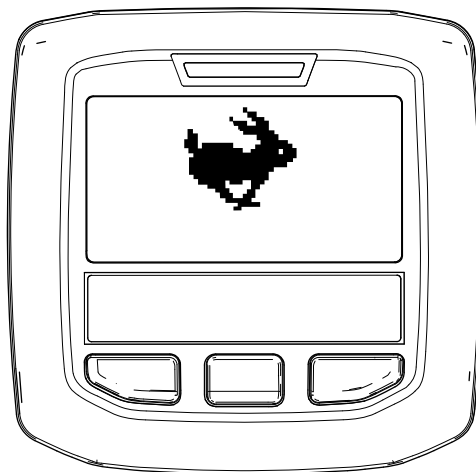

図 84
**注** インフォセンターに移動走行アイコンが表示される 図 84。